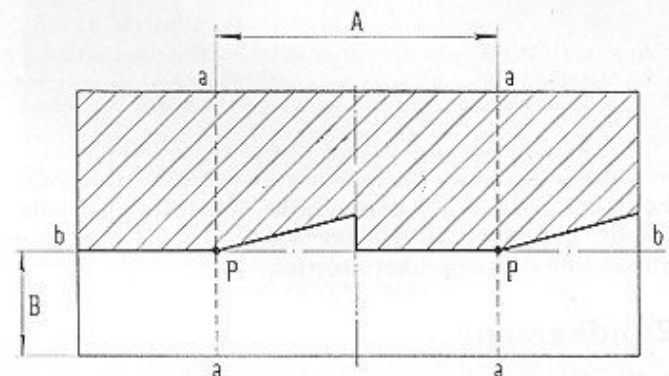

Abb. 142 - Einstellschema für die Scheinwerfer.
Auf den Schirm (Abb. 142) zeichnet man sich im Abstand von  $A = 1180$  mm entsprechend dem Scheinwerfermittenabstand zwei senkrechte Linien a-a, die von der Wagenmittellachse gleich entfernt sein müssen.
Dann zeichnet man in der Höhe B eine waagrechte Linie b-b gemäss Abb. 142.
- die Hell-Dunkel-Grenze muss mit der Linie b-b (Abb. 142) zusammenfallen;